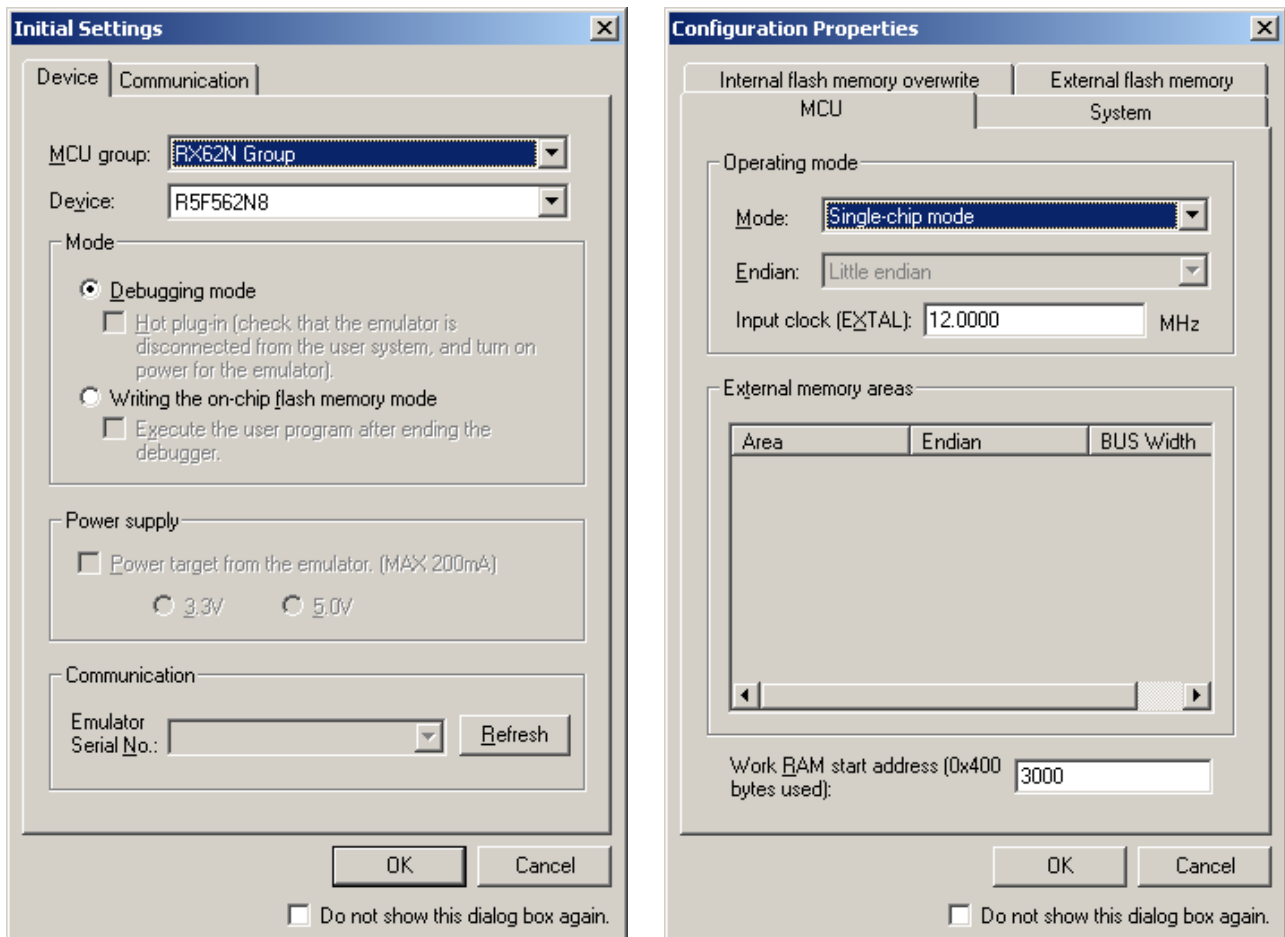

図 3.2 RSK への接続
- ステップ 3.28 ウィンドウを図 3.2 と同じ構成内容にして、接続が終了するまで OK を押します。JTAG クロックを指定するように求めるウィンドウが表示された場合は、16.5MHz を選択します。ファームウェアをアップグレードするように求めるウィンドウが表示された場合は、"OK"を選択します。ファームウェアのアップグレードが終了したら、USB ケーブルを YRDK から外してから、もう一度接続します。ここでステップ 3.27 に従ってボードを再び接続します。